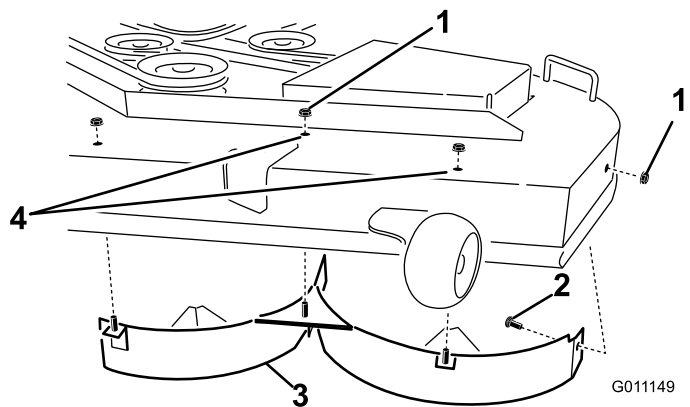

Figura 16
4. Îndepărtați cele 3 contrapiulițe (5/16") fixate pe suporturile sudate ale deflectorului stâng din partea superioară a punii mainii de tuns iarba, aflate în poziție centrală, la stânga de centru și în partea stângă (Figura 16).
5. Îndepărtați urubul de fixare și contrapiulița de pe peretele lateral al punii mainii de tuns iarba, care fixează deflectorul stâng pe punte (Figura 16).
6. Îndepărtați deflectorul stâng de pe puntea mainii de tuns iarba (Figura 16).
7. Localizați cele 2 boluri printre accesoriile și folosiți contrapiulițele existente pentru a monta aceste elemente de fixare în orificiile indicate în Figura 16, pe puntea mainii de tuns iarba, pentru a împiedica proiectarea reziduurilor.